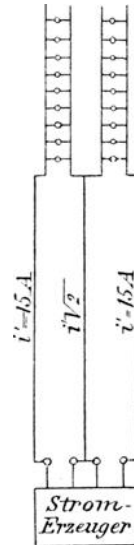

Fig. 152.
Werden hingegen nur 3 Leitungen (Fig. 152) verwendet, so fließt in der gemeinsamen Leitung der Strom $i' \sqrt{2} = 15 \sqrt{2}$ und ihr Querschnitt muß $q \sqrt{2}$ sein, damit der Spannungsverlust in beiden Leitungen gleich groß ist. Der Spannungsverlust in einer Phase ist dann nach Formel (93)